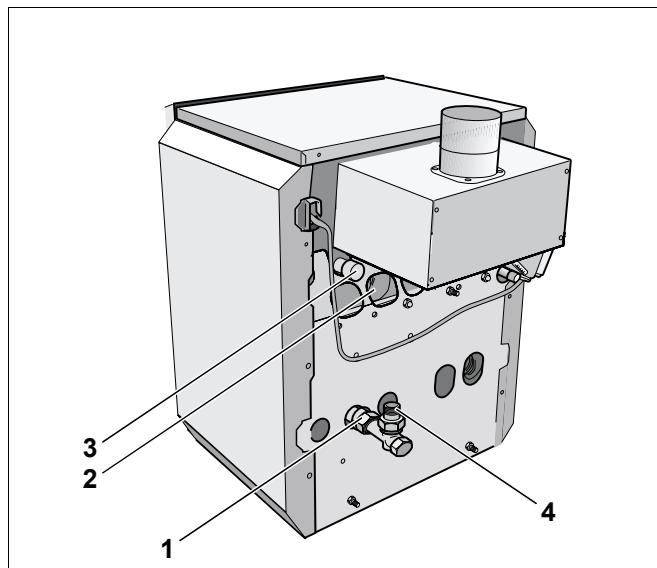

Рис. 10 Подключения Logano G124 WS
- Обратную линию системы отопления всегда подключать к переходнику с G 1¼ на R 1 (рис. 10, **поз. 4**).
- Подключить подающую линию системы отопления к патрубку на отопительном котле VK (рис. 10, **поз. 3**).
- Подключить подающую линию бака-водонагревателя к VS (рис. 10, **поз. 2**).